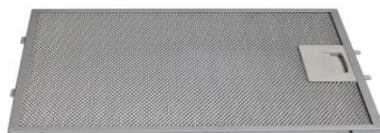

Рис. 1
1. Снимите алюминиевый жирулавливающий фильтр (рис. 1).
6. Установите алюминиевый жироулавливающий фильтр (рис. 1).
Для отсоединения алюминиевого фильтра (рис. 1) следует нажать на пружинный замок на фильтре и вынуть его. Установка фильтра производится в обратном порядке. Следует нажать на пружинный замок на фильтре и установить его на место, после чего замок отпустить.